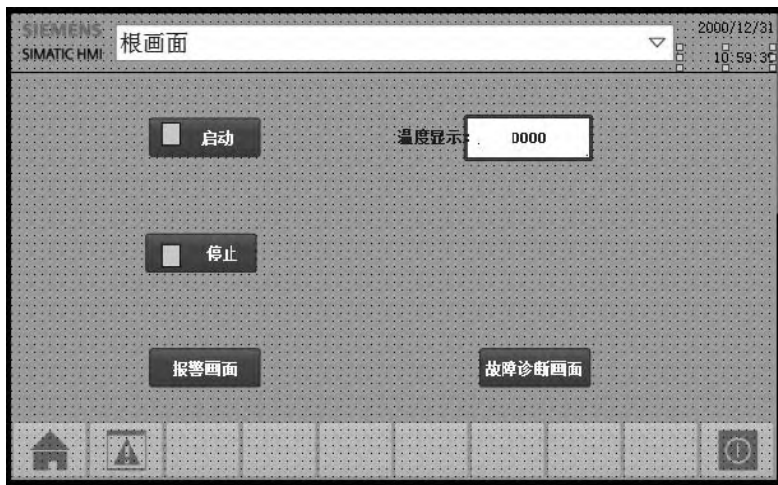

图 9-68 根画面组态
(4) 新建画面
① 在 TIA 博途软件项目视图项目树的“画面”中，选中并双击“添加新画面”，新建“画面 1”和“画面 2”。
② 将四个按钮、一个文本框、两个矩形框和一个 I/O 域拖拽到根画面，并修改其文本属性，如图 9-68 所示。